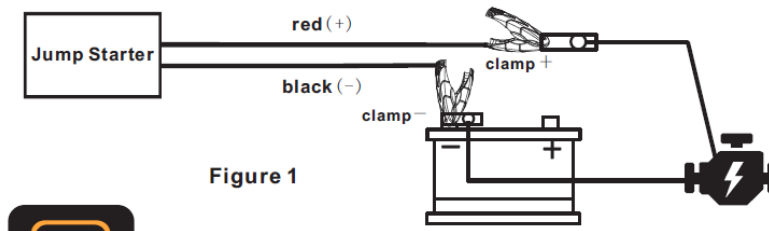

Figura 1
2. Conecte el arrancador al coche como muestra la figura 1.